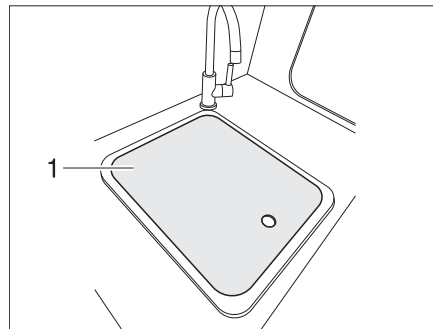

Bild 3 Spülenabdeckung
- ▶ Bei einem Unfall oder bei einer Notbremsung kann die Spülenabdeckung (Bild 3, 1) die Insassen des Fahrzeugs verletzen. Vor der Fahrt die Spülenabdeckung von der Spüle nehmen und sicher im Küchenblock oder im Kleiderschrank verstauen.